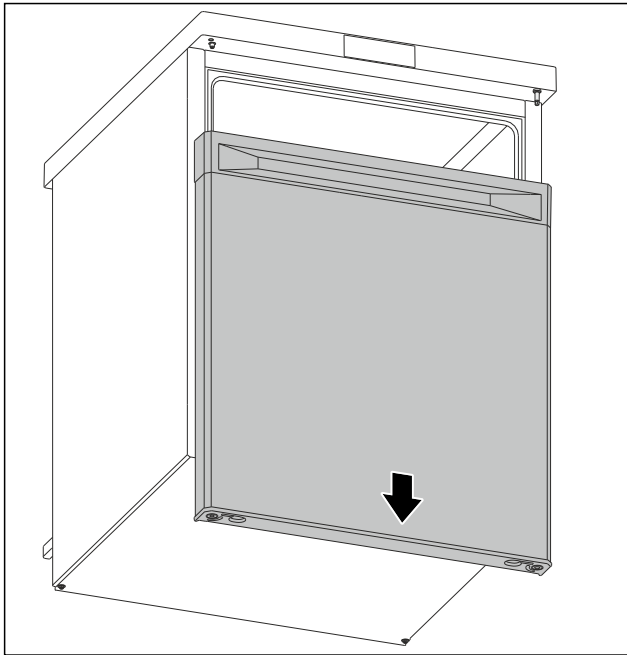

Fig. 8
- Hiqni derën nga poshtë. (shihni Fig. 8)